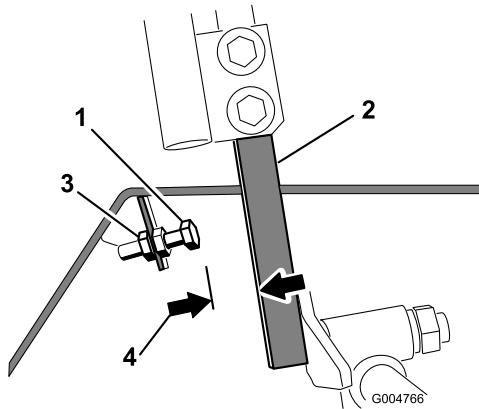

図 65
4. 左右どちらかのコントロール・レバーで、トップ・ボルトについているジャム・ナットをゆるめる（図 65）。